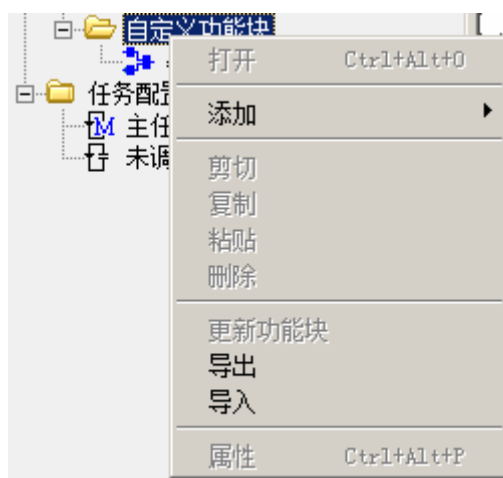

图 7-5 “自定义功能块”右键菜单
1. 所有自定义功能块都已经执行“更新功能块”并编译成功后，选择树节点“自定义功能块”，其右键菜单如图 7-5 所示。